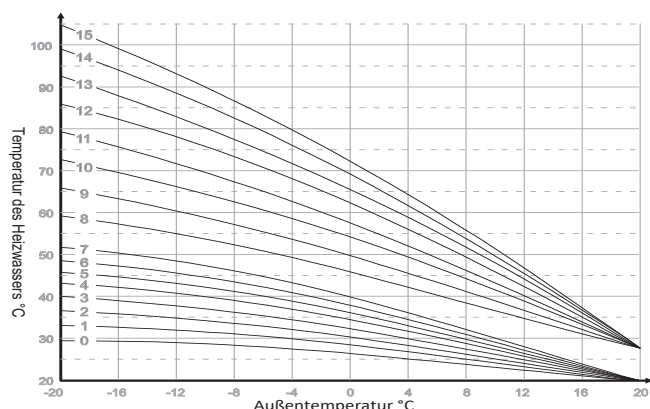

Abb. 27 Diagramm der Heizkurven.
**Heizkurvennummer** - dieser Parameter definiert die Heizkurvennummer für den ausgewählten Heizkreis. Eine gut gewählte Kurve sollte sicherstellen, dass die Innentemperatur in beheizten Räumen bei 20°C gehalten wird. Das Diagramm zeigt eine Reihe von Kurven, aus denen man wählen kann: „**Abb. 27 Diagramm der Heizkurven.**“ auf der Seite 32“. Ist die gewünschte Innentemperatur, die sich aus dem Regelprogramm ergibt, niedriger oder höher als 20°C, wird die erforderliche Systemwassertemperatur aus der Heizkurve abgelesen und entsprechend nach unten oder oben verschoben.